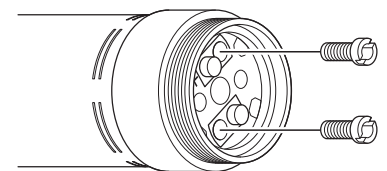

Fig. 12
- 2) Utilize uma chave de fenda plana para retirar os parafusos que fixam a escova de carvão (Fig. 12).